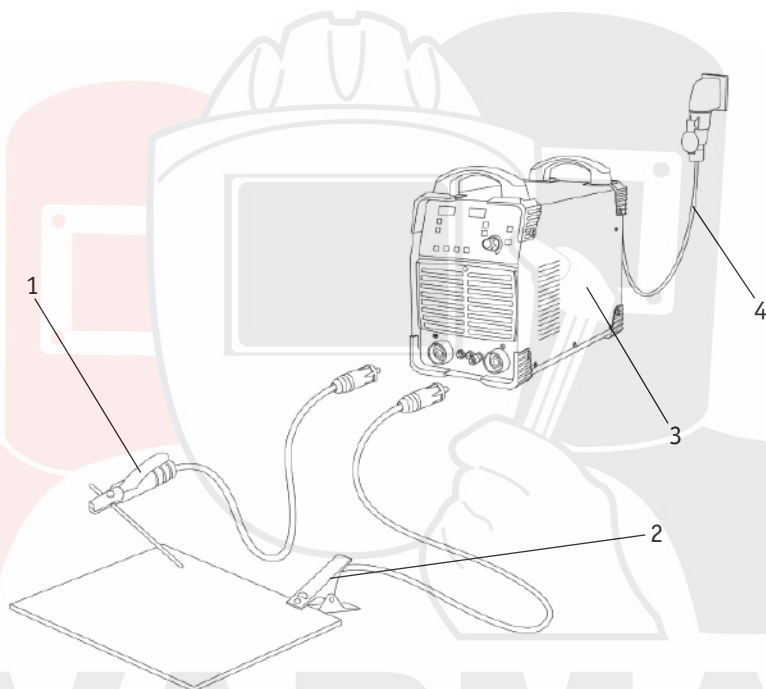

Рис. 10.0.1. Схема подключения оборудования.
4. Начинайте сварочный процесс (См. рис. 10.0.1).